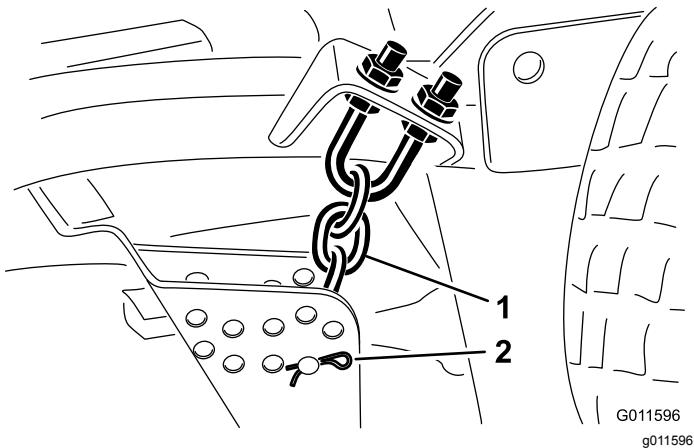

Figura 20
5. Retire o perno de gancho e passador de forquilha que fixam as correntes da altura de corte à traseira da unidade de corte (Figura 20).